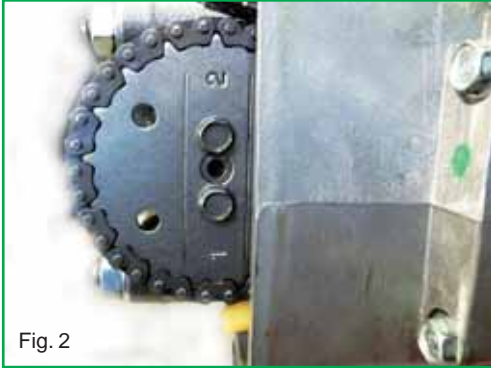
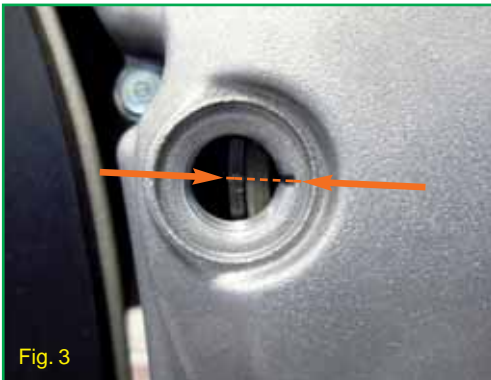

Fig. 2
Fig. 3
- Portez le moteur au point mort haut en phase de compression, aligner le repère qui se trouve sur la roue dentée de l'arbre à cames (Fig. 2), la surface d'appui du couvercle des soupapes sur la culasse et aligner la marque « I » sur le rotor du générateur avec l'encoche présente sur le couvercle du volant (Fig. 3).